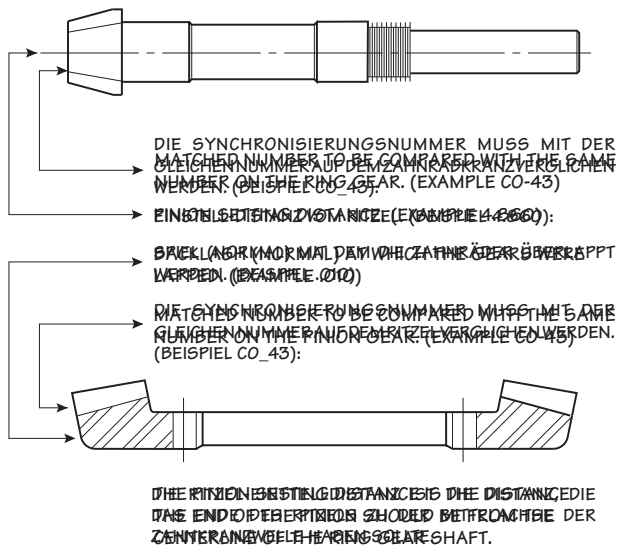

Bild 8 Zahnrad-Synchronisierungsnummer und Einstell-Daten
Vor der Montage eines neuen Ritzelzahnrad in den Ritzelkäfig prüfen Sie die Synchronisierungsnummern am Ritzelzahnrad und dem schraubenförmigen Kegelzahnrad, um sicher zu sein, dass Sie korrekt ausgerichtet sind. Die Zahnräder werden in der Fabrik überlappt eingestellt und sollten nicht getrennt werden. Die Nummern sind im Ritzelzahnrad und im Zahnkranz – wie in **Figure 8** illustriert – eingätzt.
2. Schrauben Sie die Ritzelkäfig-Baugruppe an das Gehäuse mit der angemessenen Anzahl der Befestigungsscheiben, um die in der Vorderseite des Ritzel-Zahnrads eingeztete Ritzel-Einstellabstand zu gewährleisten. Siehe **Bild 8**. Ziehen Sie sie mit einem Drehmoment von 102 Nm an.